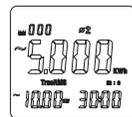

图13-1
4) 按SELECT键选择相位  $\phi 1$ ， $\phi 2$ ， $\phi 3$ 之一，如图13-1，显示器上显示相应相位的被测负载的当前功率，当前统计时间以及当前累计电能。